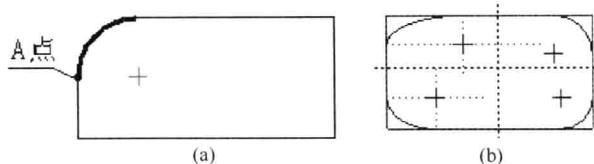

图 1-2 改变圆角和椭圆角的位置
3) 沿水平方向/垂直方向改变圆角的位置（图 1-2） 在选取状态下，单击圆角的切点（圆角的端点），再按住左键沿水平或垂直方向拖动鼠标，可在不改变圆角的大小的情况下，改变圆角的位置。
当选择实体的边为参照时，用这两个工具可直接对实体的两个参照边倒圆或倒椭圆，如图 1-2 所示。